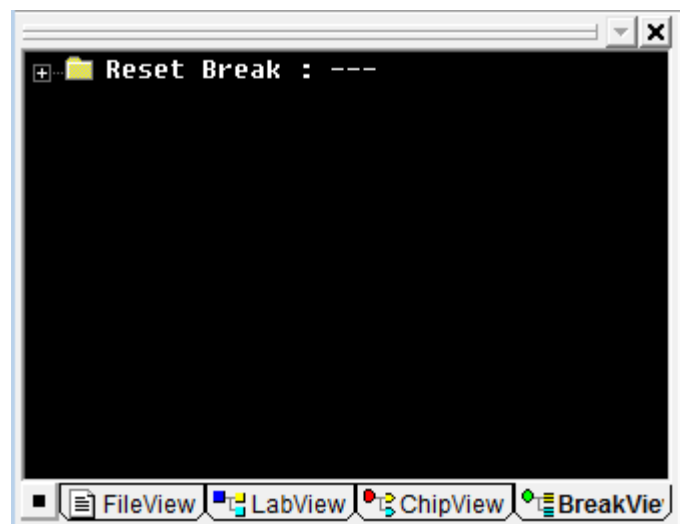

图 4-18. Break View 功能视窗
1)Break View 视窗的功能，是用来控制 ICE 各种 Break 的开关，如图 4-18 所示。